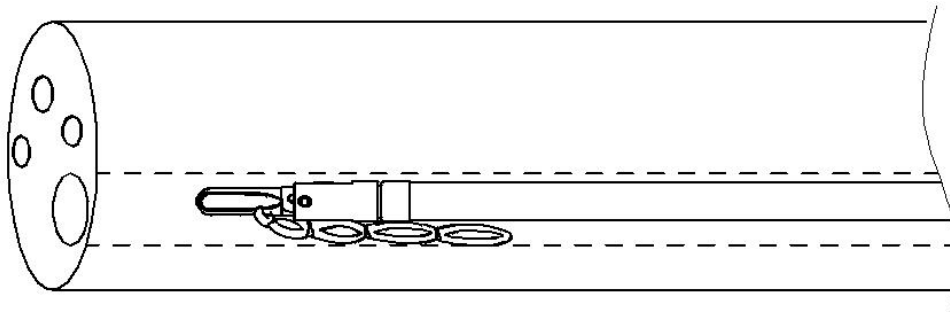

Abb. .3
1. Öffnen Sie den Beutel und entfernen Sie den Schiebeblisten aus dem distalen Teil des Clips, um den Clip mit dem vorgespannten elastischen Ring freizulegen. Führen Sie das Instrument vorsichtig in den Endoskopkanal ein und achten Sie darauf, dass sich der Clip in der geschlossenen Position befindet (Abb.3).